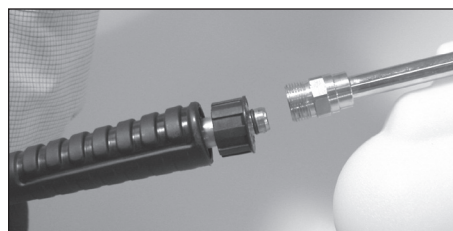

Figure 7 - Fixer la lance au pistolet
- Fixer la lance au pistolet (voir figure 7).